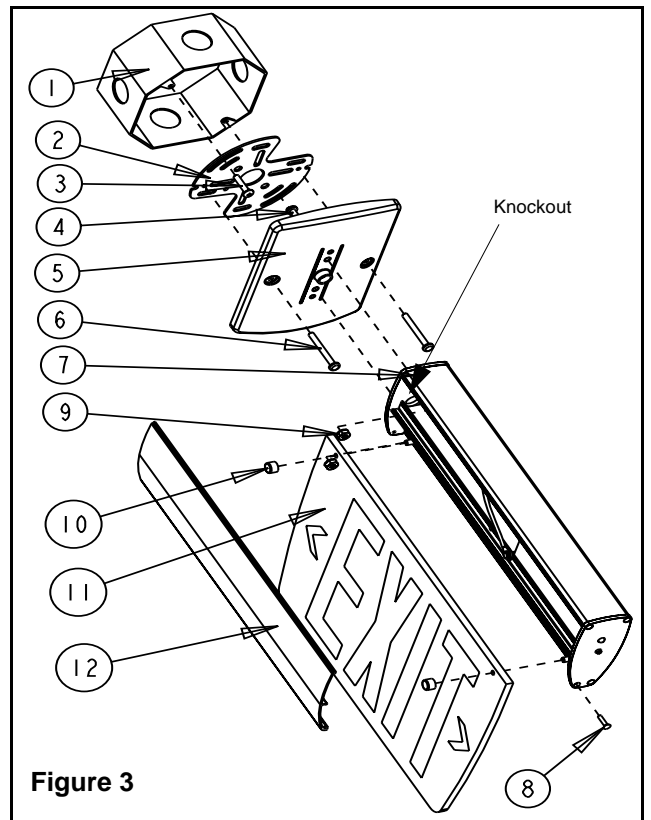
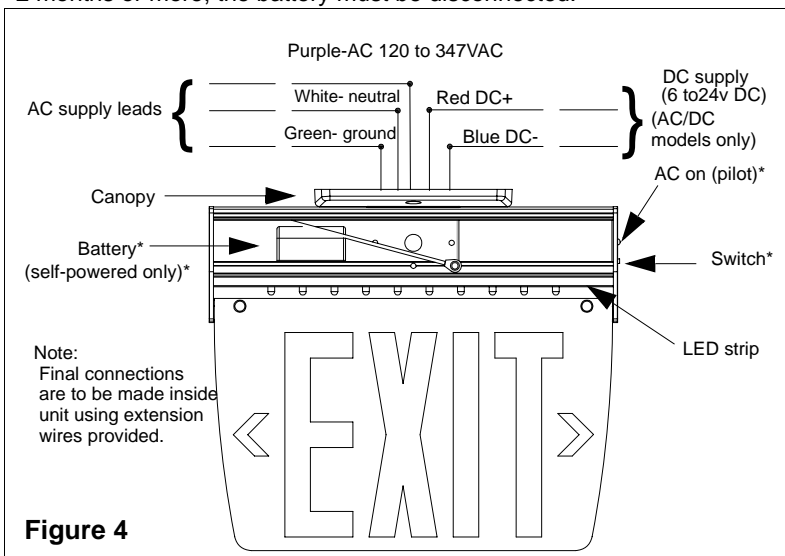

Figure 3
Figure 4
a. Pour le montage en extrémité: enlever les trous défonçables situés sur le bout de l'unité à l'aide d'un tournevis (voir fig. 3).
b. Visser le pavillon au boîtier à l'aide des vis courtes (6) et des écrous (9).
c. Prolonger les fils d'alimentation avec les fils d'extension fournis (suivre le câblage électrique sur le figure 4).
f. Fixer l'assemblage pavillon/enseigne à la plaque de montage à l'aide des longues vis (6).